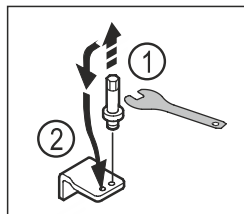

Fig. 22
- Izskrūvējiet apakšējā gultņa balsta tapu ar ārēju sešstūra uzgriežņatslēgu SW5. Fig. 22 (1)
- Ievietojiet tapu pretējā pusē. Fig. 22 (2)